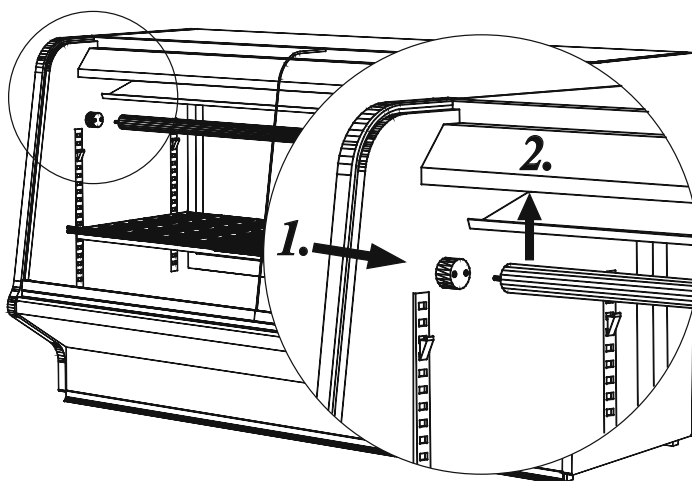

rys. 4
Skrapłacz dokładnie wyczyścić za pomocą odkurzacza, pędzla lub sprężonego powietrza. (rys. 4)
5. przynajmniej raz na miesiąc lub w przypadku zanieczyszczenia czyścić skraplacz, (sposób czyszczenia skraplacza pokazano na rys. 4),